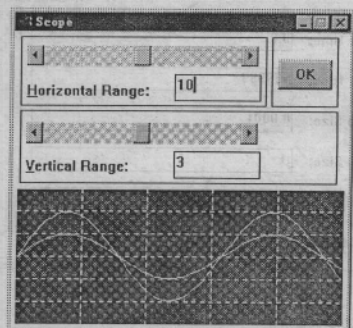

图 6-22
(2) 在模型窗口的 Simulation 菜单中选择 Start 命令,这时仿真结果就会在 Scope 模块中显示出来,如图 6-22 所示。